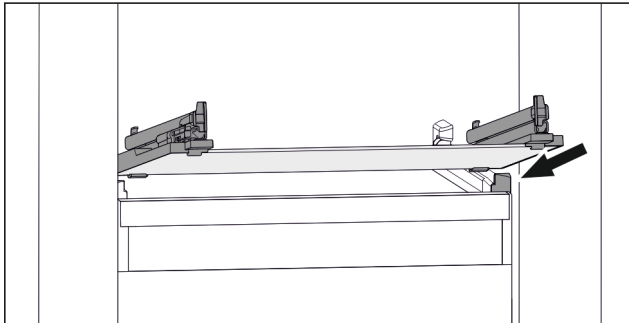

Fig. 99 Beispielhafte Darstellung der Glasplatte
- ▶ Glasplatte schräg hinter den Stopperrahmen aufsetzen. (siehe Fig. 99)